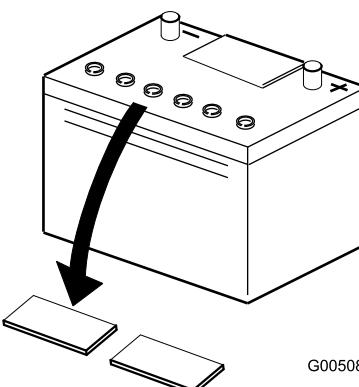

Figura 4
- Pulite la parte superiore della batteria e togliete i tappi di sfiato (Figura 4).